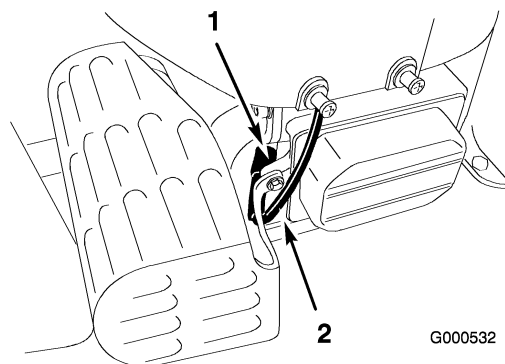

Bild 30
2. Ziehen Sie den Zündkerzenstecker ab (Bild 30). Reinigen Sie den Bereich um die Zündkerze, um zu verhindern, dass Schmutz in den Motor fallen und Schäden verursachen kann.
3. Drücken Sie den Stecker auf die Zündkerze (Bild 30).